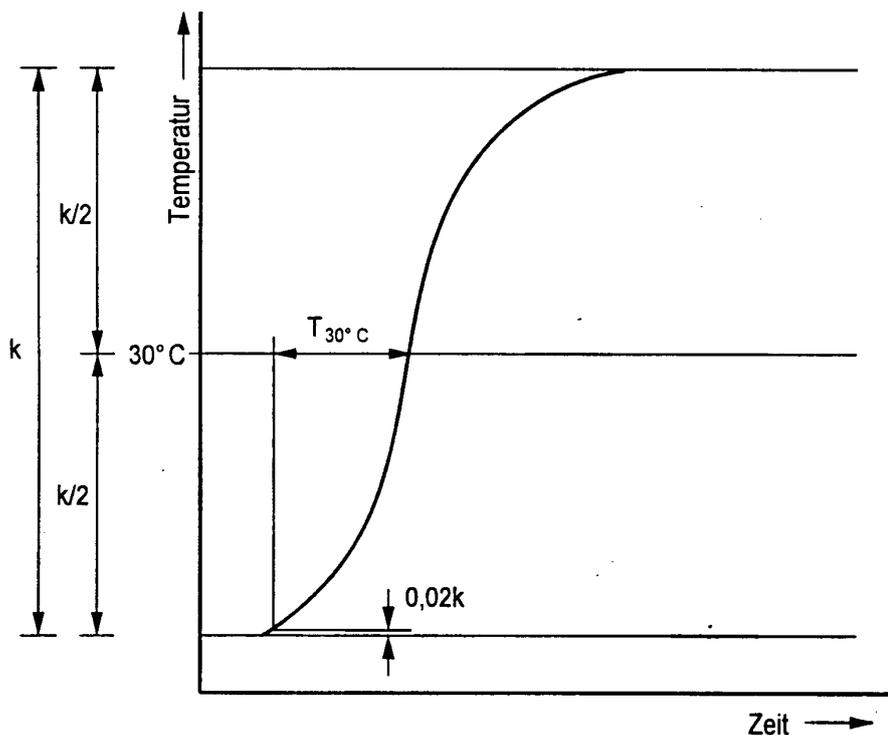

Bild 1
Die Bestimmung der 30-Grad-Zeit (vergl. Bild 1) hat unter folgenden Bedingungen zu erfolgen:
- Die Bedingungen für den Temperatursprung gelten als eingehalten, wenn ein an der Einbaustelle des Prüflings eingebauter Referenz-Temperaturlaufnehmer eine 30-Grad-Zeit von nicht größer als 1,5 s aufweist (Bild 1).
- Für den Prüfling gilt $T_{30^{\circ}\text{C}} \leq 3,5 \text{ s}$ (siehe Bild 1).